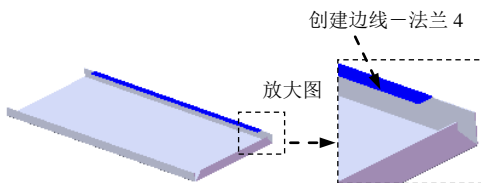
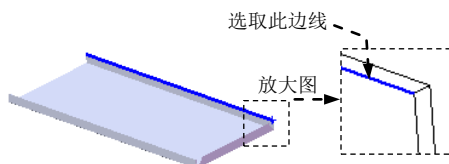

图 17.6.8 创建边线—法兰 4
图 17.6.9 定义特征的边线
Step5. 创建图 17.6.8 所示的边线—法兰 4。
- (1) 选择命令。选择下拉菜单 **插入(I)** → **钣金(B)** → **边线法兰(E)...** 命令，系统弹出“边线法兰”对话框。
- (2) 定义特征的边线。选取图 17.6.9 所示的模型边线为生成的边线法兰的边线。
- (3) 定义法兰参数。在 **角度(G)** 区域的 文本框中输入角度值 90.0。在“边线法兰”对话框 **法兰长度(L)** 区域的下拉列表中选择 **给定深度** 选项，在 文本框中输入深度值 8.0。在此区域中单击“内部虚拟交点”按钮 。在 **法兰位置(N)** 区域中，单击“折弯在外”按钮 。
- (4) 单击 按钮，完成边线法兰 4 的创建。